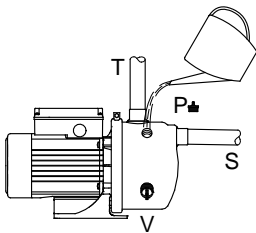

Fig. 1 Eiettore
Rimuovere il tappo (V), vedi fig. 1, quindi installare l'eiettore nel foro.